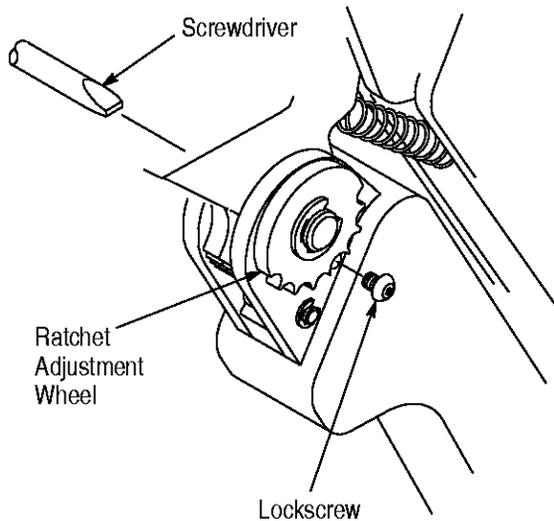

Figure 5
**6. CRIMP HEIGHT ADJUSTMENT** (Figure 5)